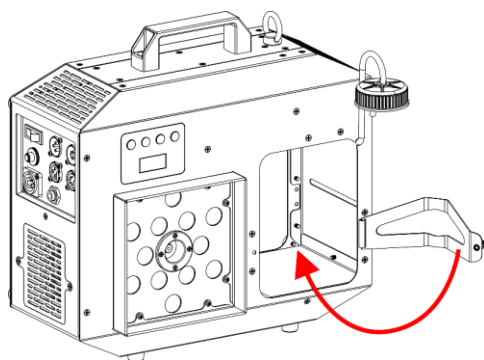

Abb. 10
- 05) Drehen Sie die **Halierung für den Flüssigkeitstank (03)**, wie in Abb. 10 gezeigt.